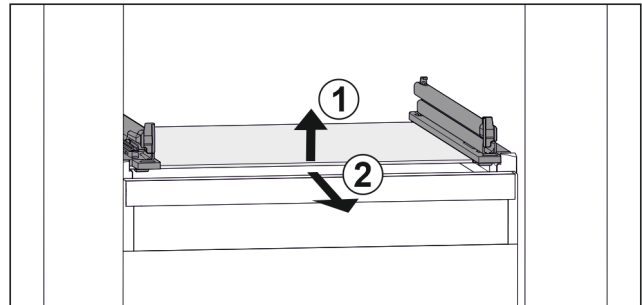

Fig. 97 Примерное отображение стеклянной пластины
- ▶ Приподнимите стеклянную пластину спереди. Fig. 97 (1)
- ▶ Извлеките стеклянную пластину движением вперед. Fig. 97 (2)